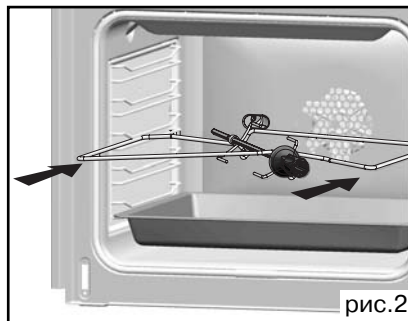

рис. 2
• Многофункциональный противень для стекания сока и жира (рис. 2).
• вставьте вертел в держатель (рис. 2).